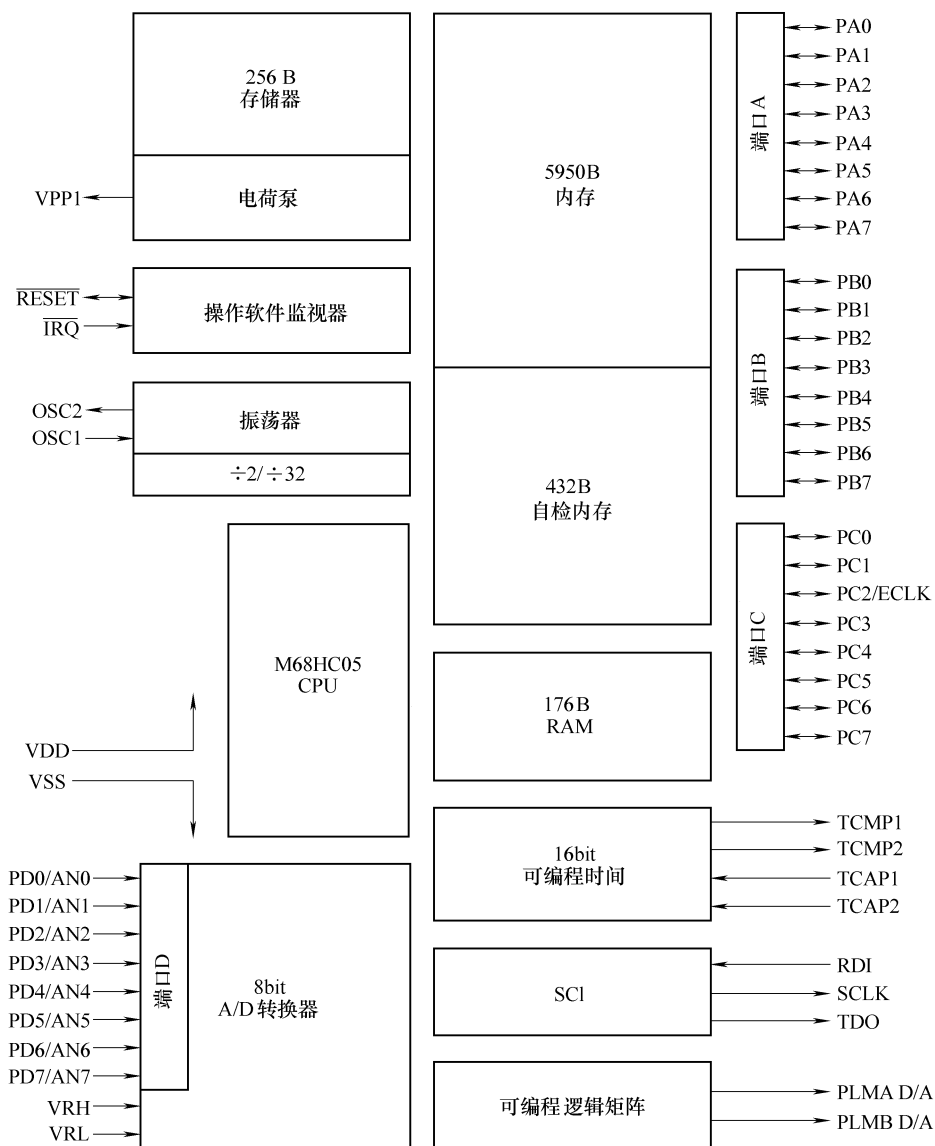

图 5-11 MC68HC05SR3 内部框图
- (11) MC68HC05SR3 内部框图 (见图 5-11)